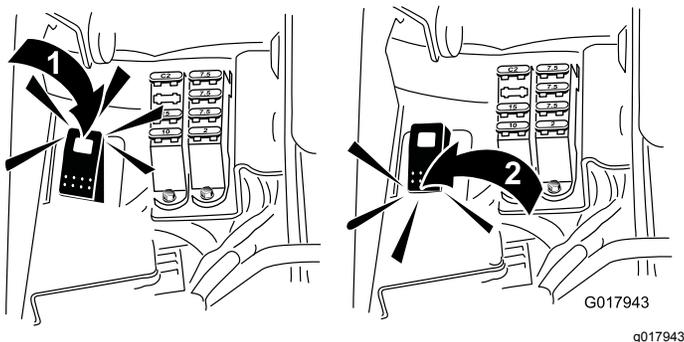

Figura 59
5. Rode a alavanca de retificação para a posição “R” (Figura 59).